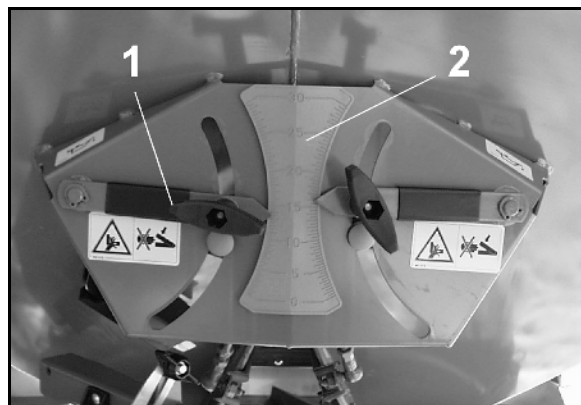

图 85
5. 借助翼形螺母 (图 85/2) 将边界撒肥片 (图 85/1) 安装到撒肥盘上。
6. 依据撒播表将读取边 (图 85/3) 设定在刻度盘 (图 85/4) 的数字上并且重新拧紧翼形螺母 (图 85/2)。